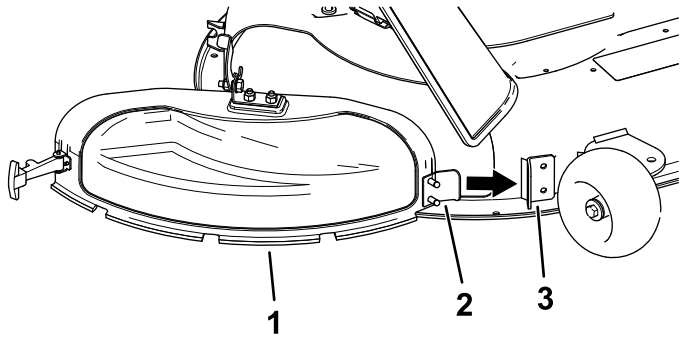

Figura 13
3. Înclinați proeminența metalică de pe capacul de evacuare în fanta din suportul sudat de pe puntea mainii de tuns iarba (Figura 13).